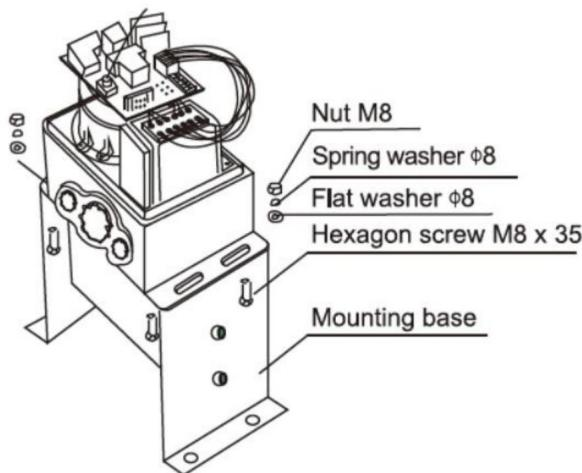

Figura 6
c) Ensamble el motor de la máquina a la base de montaje como se muestra en la Figura 6;